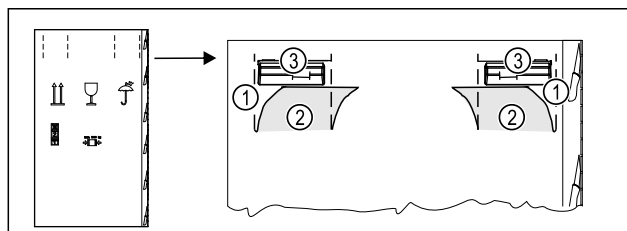

Fig. 6
- ▶ Apăsați în interior cartonul de ambalare sus la perforație Fig. 6 (1).
- ▶ Extrageți lamelele apăsate în interior Fig. 6 (2).
- ▶ Mânerul de transport Fig. 6 (3) dreapta și stânga este vizibil.
- ▶ Țineți aparatul de mânerile de transport Fig. 6 (3).